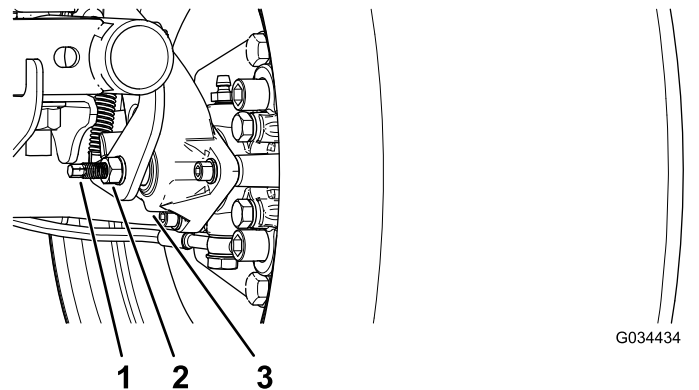

Figura 54
3. Usando 2 llaves, sujete el espárrago de ajuste de la pinza con una llave y afloje la contratuerca ¼ de vuelta con la otra llave (Figura 54).
4. Sujetando el espárrago de ajuste y la contratuerca para que no se muevan, gire el espárrago de ajuste hacia dentro para apretarlo (Figura 54).
5. Sujetando el espárrago de ajuste y la contratuerca para que no se muevan, afloje el espárrago $\frac{1}{4}$ de vuelta (Figura 54).
6. Sujetando el espárrago de ajuste y la contratuerca para que no se muevan, apriete la contratuerca (Figura 54).